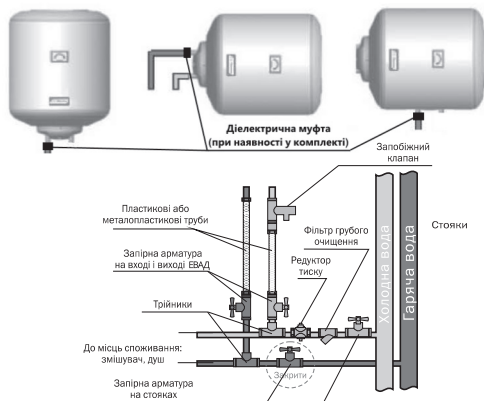
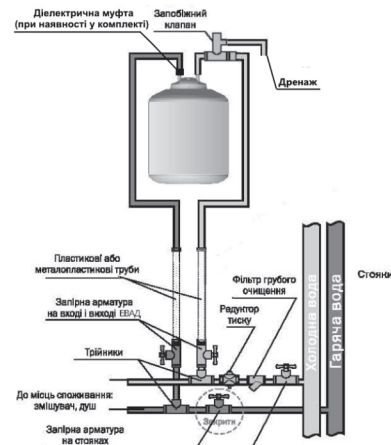

Рис. 5. Підключення ЕВАД у вертикальному / горизонтальному положенні
Рис. 6. Підключення ЕВАД, що встановлюється під мийкою
**УВАГА!** Підключення до системи водопостачання ЕВАД моделей O'Pro PC 10SB, PC 15S, PC 15SB має виконуватися чітко у відповідності зі схемою, наведеною на рис. 6. Запобіжний клапан кріпиться на трубопроводі осторонь від ЕВАД. При встановленні моделей Steatite в горизонтальному положенні патрубок подачі холодної води (помічений синім кільцем) повинен бути розташований знизу, а патрубок гарячої води (помічений червоним кільцем) - зверху (рис. 5).
Підключення (рис. 5, 6):
Для чого спочатку потрібно перекрити запірну арматуру на вході в ЕВАД (рис. 5, 6), а також відкрити кран гарячої води у місці споживання.
При тривалій перерві в роботі ЕВАД його необхідно від'єднати від електричної мережі та перекрити вентиля на вході та на виході (рис. 5).